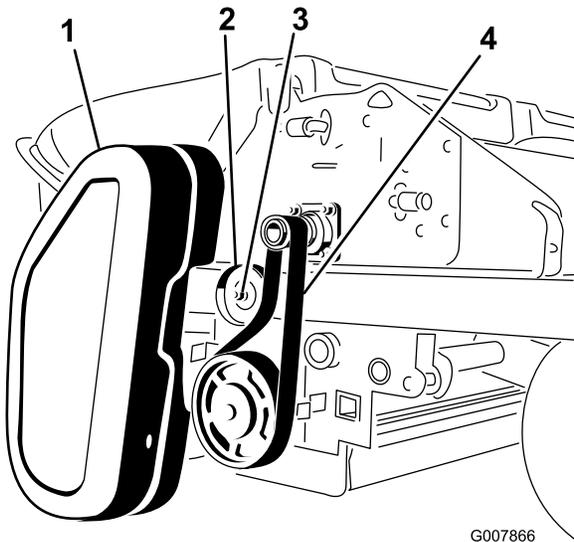

Bild 60
1. Entfernen Sie die Riemenabdeckung (Bild 60).
2. Lockern Sie die Mutter an der Spannscheibe (Bild 60).
3. Schieben Sie den Riemen von der Zerkleinererwelle und der Bürstenscheibe (Bild 60).